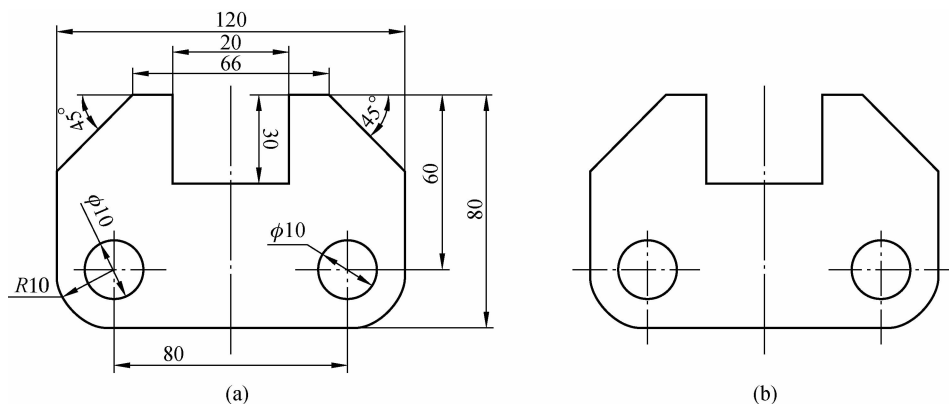

图 1-1-12
1. 图 1-1-12(a)中尺寸标注有错误, 请在图 1-1-12(b)上正确标注尺寸。